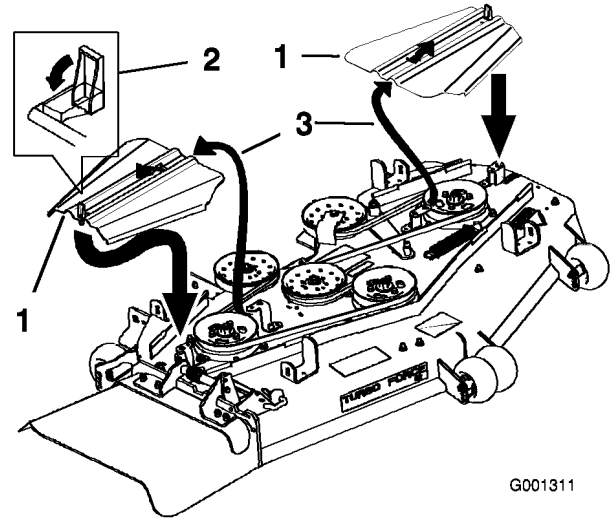

Figure 50
10. Montez les couvercles de courroie et fermez les verrous (Figure 50).